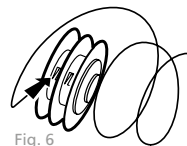

Fig. 6
3. Enganche el nylon en el carrete (flecha en la Fig. 6) y enróllelo cuidadosamente.